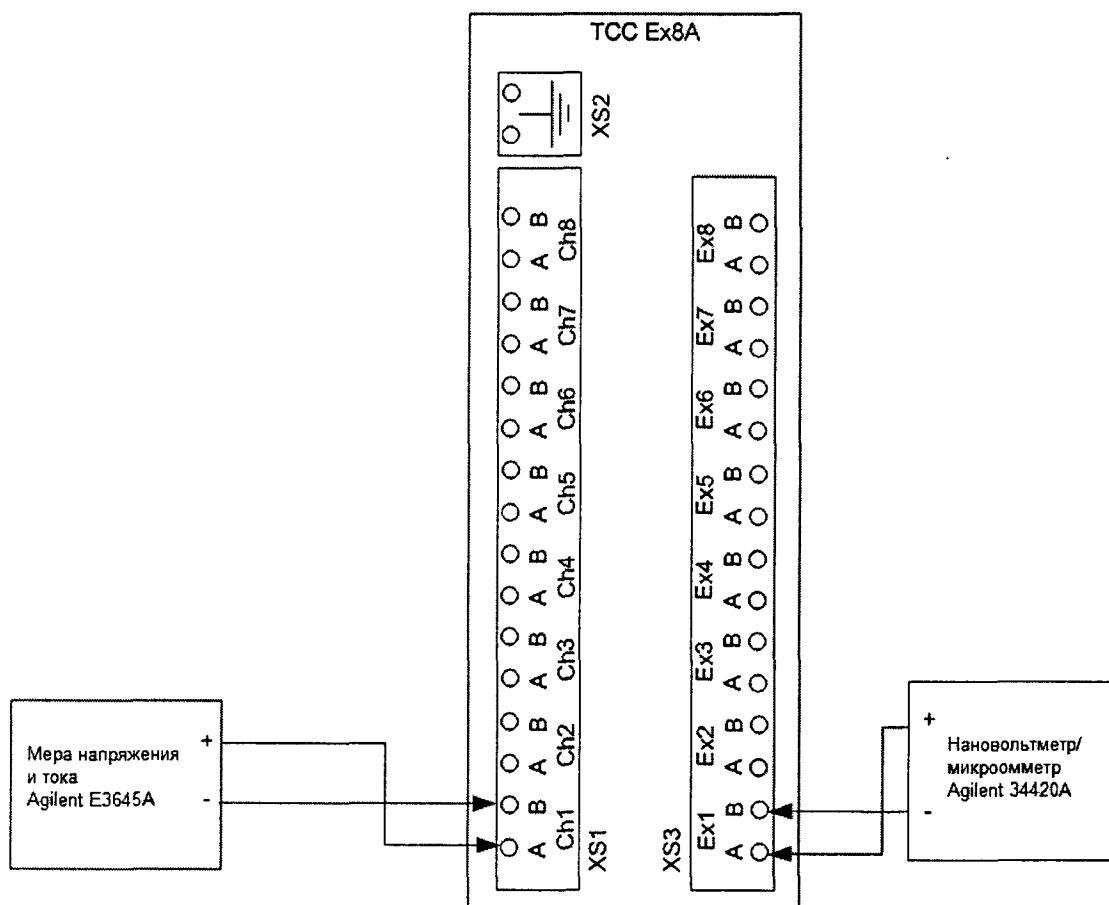

Рисунок 7.2 – Схема включения барьера ТСС Ex8A
7.2.2.1 Для опробования канала 1 барьера собрать схему (см. рисунок 7.2). На рисунке приведена схема включения барьера ТСС Ex8A. Схема включения барьера ТСС Ex2A отличается тем, что в барьере только два канала.